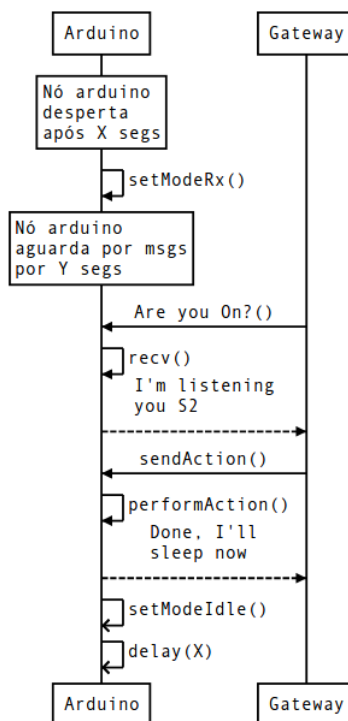

Figura 3: Diagrama de sequência do modo de recepcao de dados vindos do *gateway*
3. **Recepção de ações do usuário:** o dispositivo atuador deverá se comunicar com o nó gateway conforme o protocolo demonstrado pelo diagrama na Figura 3.